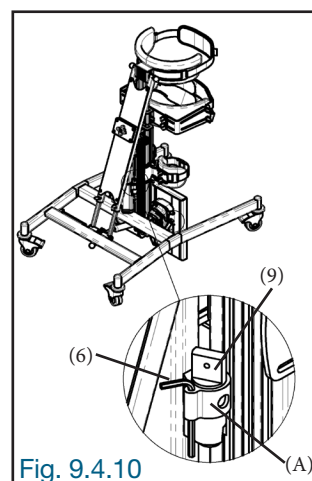

Fig. 9.4.10
9.4.10 Insérer la clé Allen (6) ainsi que la clé de serrage (9) dans le porte-outil (A) à cet effet (Fig. 9.4.10).